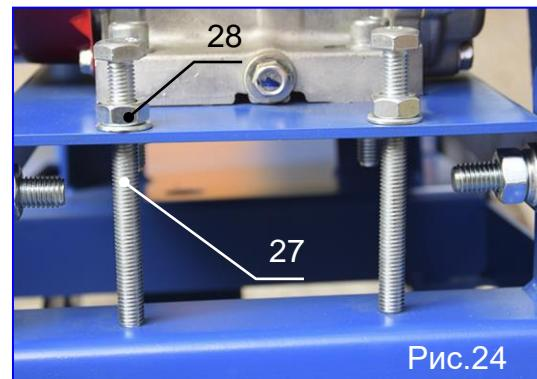

Рис.24
- Если ремни ослабли/провисли, то необходимо натянуть их при помощи двух болтов натяжителя (поз.27, рис.24).**
- Ослабьте две гайки (поз.28, рис.24) натяжных болтов
- Ослабьте натяжение ремня с помощью двух болтов (поз.27, рис.24).